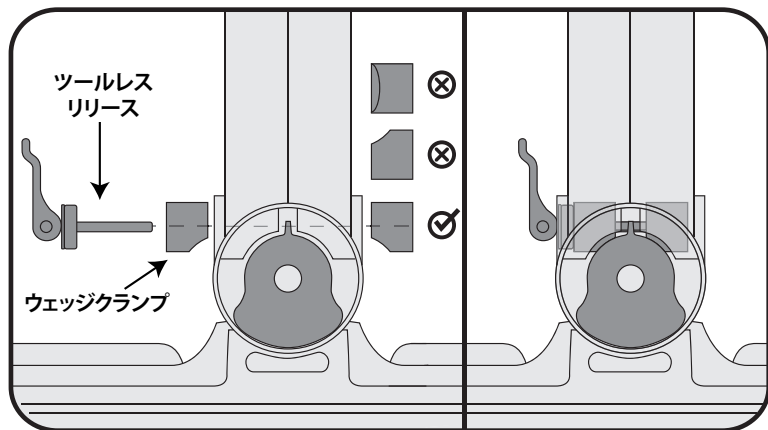

図2. 曲がっている方が下になった状態でウェッジクランプが取り付けられていることを確認する
2. V型クランプの曲がっている方を下に向けて LeanSteer フレームベースの両側にウェッジクランプが正しく取り付けます。各ウェッジクランプがピボットハブに正しくはまっている必要があります。図2、および、本書のはじめの警告セクションを参照してください。